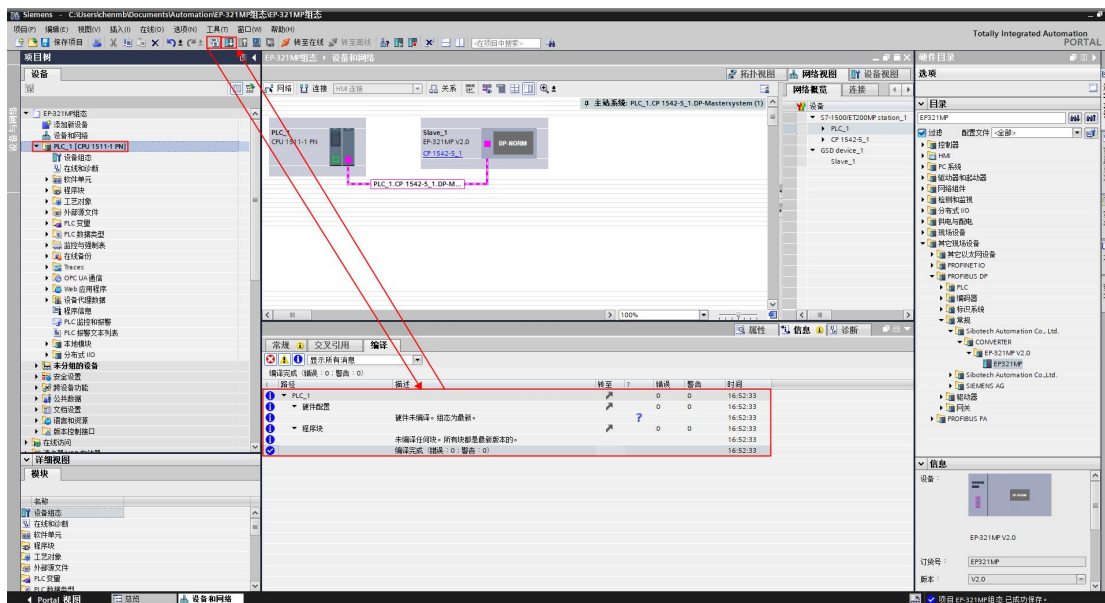

图 16 编译工程文件
16. 组态完成后，选中左侧“PLC_1[CPU1511-1PN]”点击上方“编译”，若“编译”无报错后点击上方“下载”，如图 16 所示